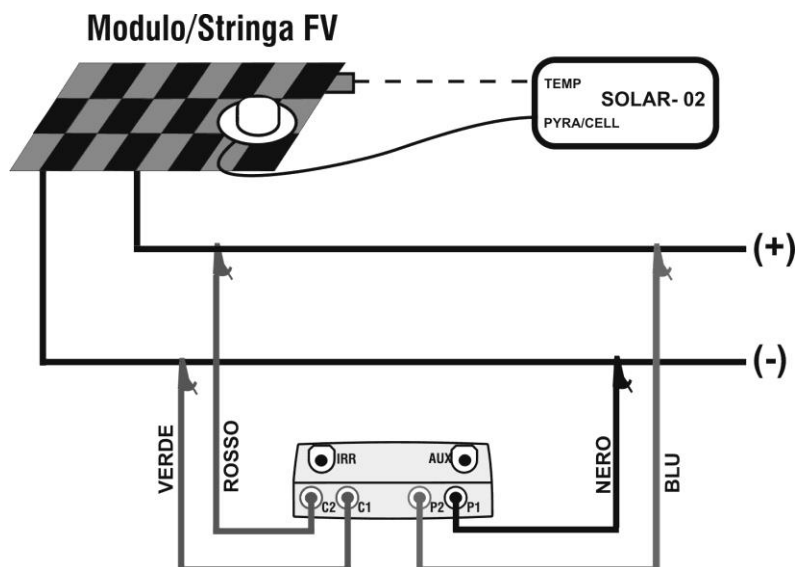

Fig. 11: Collegamento dello strumento al modulo/stringa FV
22. Collegare lo strumento al modulo/stringa in prova come mostrato nella seguente Fig. 11. In particolare collegare il polo Negativo in uscita dal modulo/stringa ai terminali P1, C1 e il polo Positivo in uscita dal modulo/stringa ai terminali P2, C2. In modalità di attivazione misura “Auto” è raccomandato l’uso dell’accessorio opzionale KITKELVIN